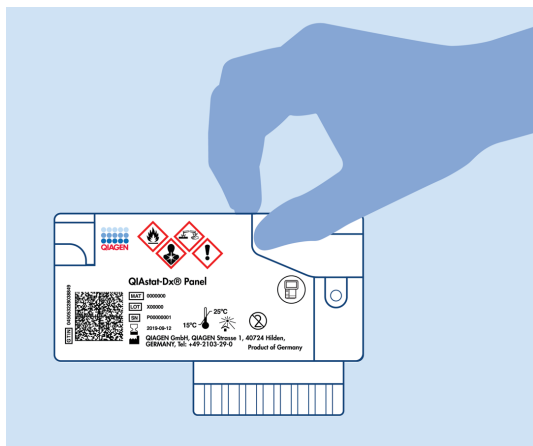

Figura 9. Fechando a tampa da porta principal.
8. Feche firmemente a tampa da porta principal até ouvir um clique (Figura 9).